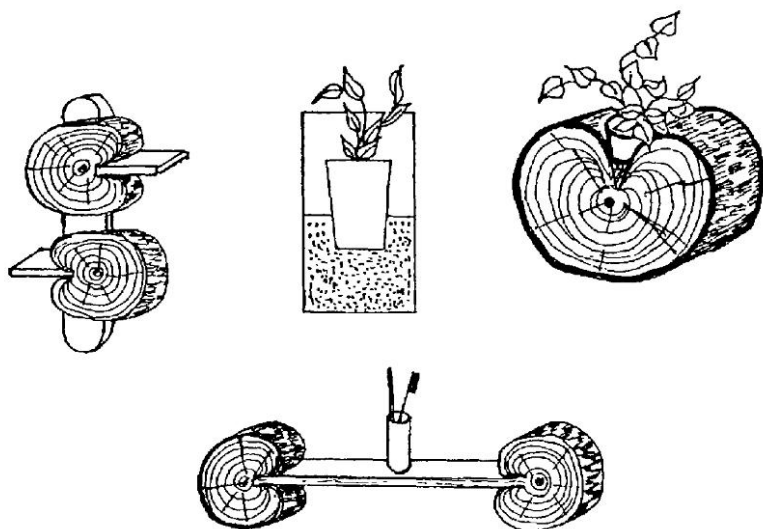

*Рис. 2. Прорость*
**Прорость** — это зарастающая или заросшая рана в виде полости, заполненной остатками коры. Возникает в результате наружных повреждений дерева и значительно снижает прочность древесины. Она может быть открытой и закрытой. Этот порок ухудшает качество древесины и может сделать ее вообще непригодной для резьбы (рис. 2, 3).